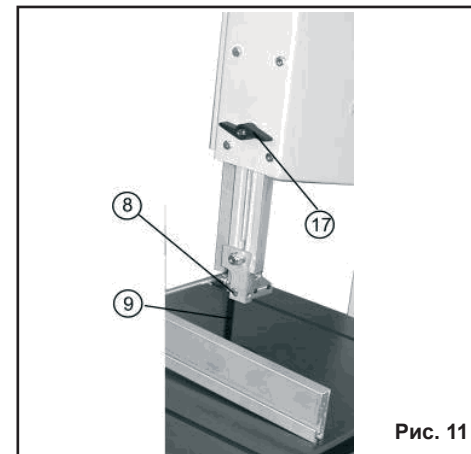

Рис. 11
11.5. Регулировка высоты пиления (Рис. 11)